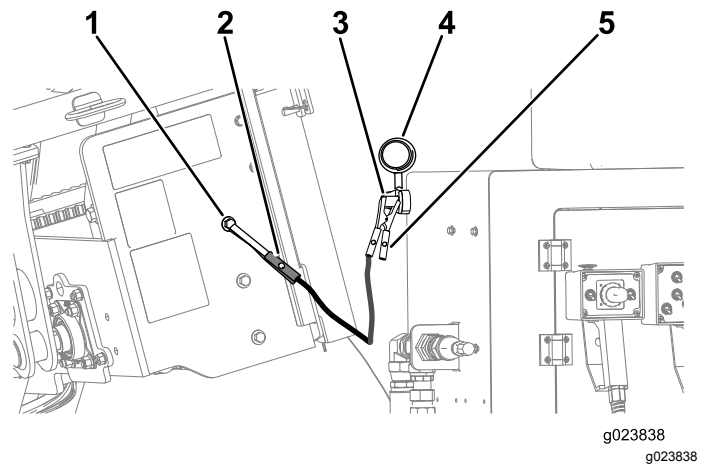

Figura 101
6. Retire la tapa del borne de la batería (Figura 101).
7. Conecte el cable puente positivo (+) al borne de la batería (Figura 101).
8. Conecte el cable puente negativo (-) a una conexión de tierra, por ejemplo un perno o un travesaño del bastidor sin pintar (Figura 101).
10. Cuando el motor arranque, la otra persona debe desconectar el cable puente negativo (-) del bastidor, y luego desconectar el cable puente positivo (+) (Figura 101).